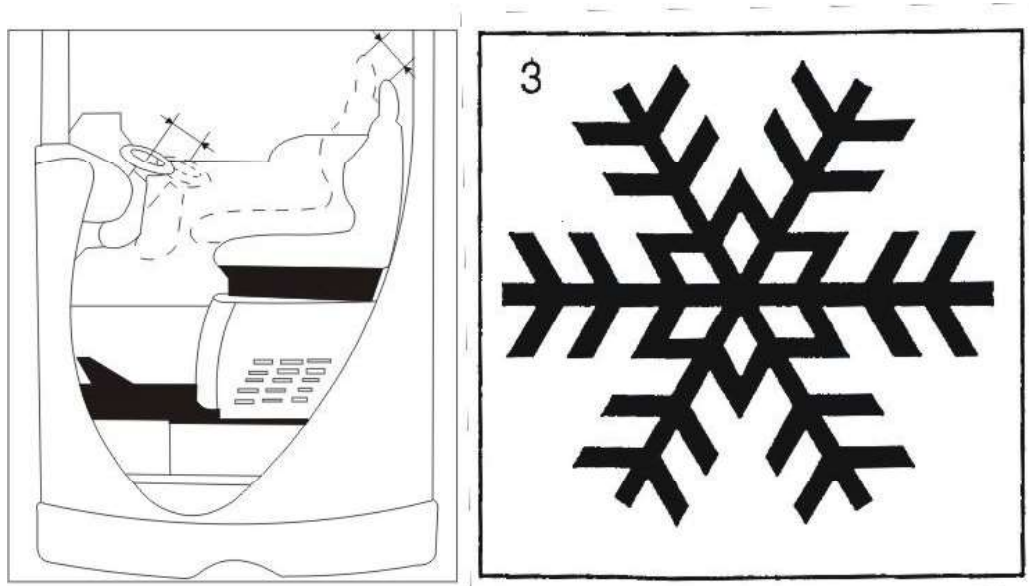

Fig. 2.19-3
Para a adaptação ideal do posto do operador à altura da pessoa, a posição do assento do operador e a altura da placa dos pedais (Fig. 2.19-3; item 4) juntas podem ser ajustadas.
Veículos aptos para a operação em frigoríficos são identificados com um símbolo (Fig. 2.19-3; item 3).